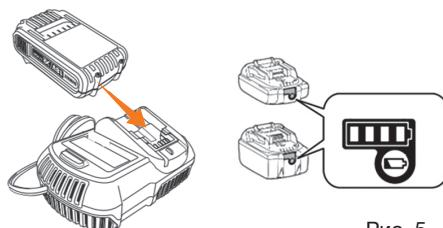

Рис. 5
- Вставьте вилку зарядного устройства ③ в розетку электрической сети 230В. Индикатор на зарядном устройстве загорится зеленым светом (Рис. 5)
- Подключите аккумулятор ② к зарядному устройству ①. Индикатор на зарядном устройстве загорится красным светом, и начнется процесс зарядки (Рис. 5).
- После завершения зарядки индикатор на зарядном устройстве ① изменит свет с красного на зеленый. Извлеките аккумулятор ② из зарядного устройства ①, а затем извлеките вилку зарядного устройства ③ из розетки.